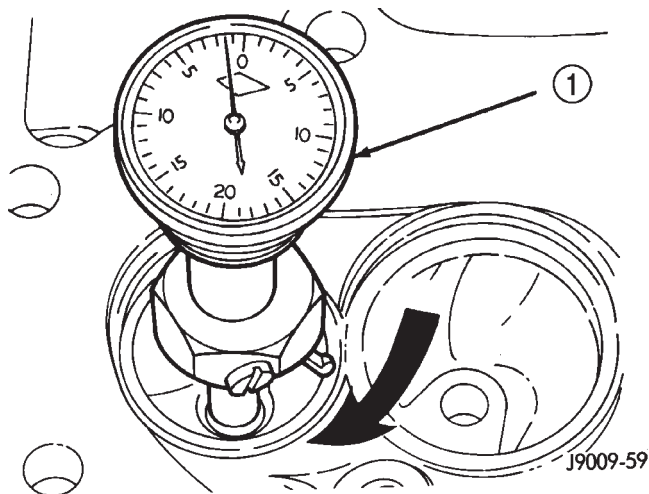

Abb. 81 Messung des Ventilsitzschlags
(1) Führungshülse der erforderlichen Größe in die Bohrung der Ventilführung einführen. Ventilsitz auf den vorgeschriebenen Winkel nacharbeiten. Nur so viel Material abtragen, wie zum Glattschleifen der Oberflächen erforderlich ist.
(2) Ventilsitzrand mit geeignetem Ventilsitzfräser auf Sollmaß schleifen.
(3) Ventilsitz auf Schlag prüfen; der Schlag darf maximal 0,0635 mm (0,0025 Zoll) betragen (Abb. 81).